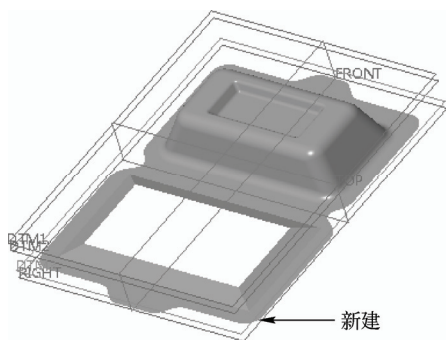

图 16-36 新建 DTM3 平面
STEP 18 使用“平面”命令，选择“RIGHT”基准平面作为放置平面，设置平移值为“-5”，新建一个名为 DTM3 的平面，如图 16-36 所示。